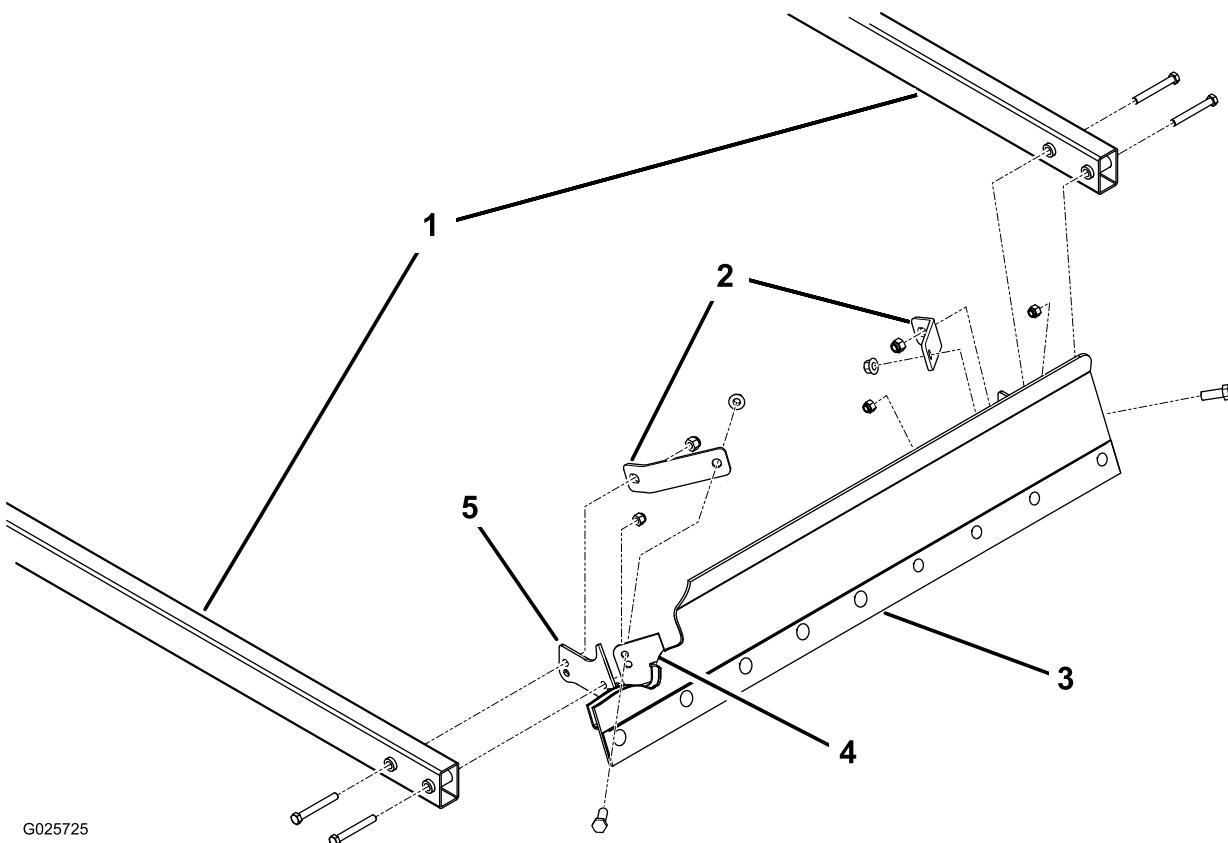

Figura 5
Nota: Posizionate le ghiere piatte piastre del sensore come illustrato in Figura 5.
2. Fissate senza serrare la parte anteriore dei bracci di sollevamento alle staffe di montaggio della lama e alle ghiere piatte con 4 bulloni (3/8 x 3 poll.) e 4 dadi di bloccaggio (3/8 poll.); fate riferimento alla Figura 5.
Nota: Utilizzate i fori di montaggio superiori sulle staffe di montaggio della lama per azionare la lama in modo più aggressivo (Figura 5).
3. Con la lama appoggiata sulla superficie piana, serrate i fermi che fissano i bracci di sollevamento alla lama stessa (Figura 5).